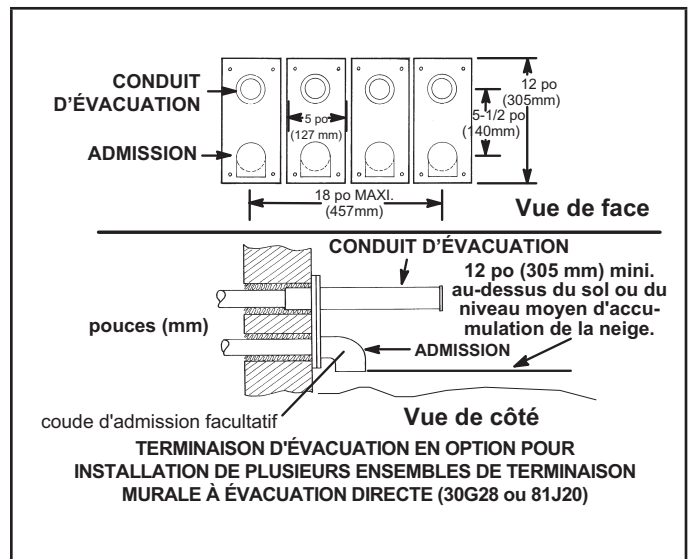

Figure 39
- 8 - Une installation composée de plusieurs générateurs peut être reliée à un groupe de quatre terminaisons ou moins assemblées à l'horizontale, comme illustré à la Figure 39.